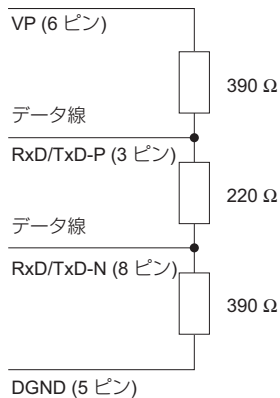

図 7 PROFIBUS ケーブルの終端処理
1.5 Mbps 未満の通信速度で使用されるときは、インダクタなしで終端抵抗を接続します。（図 7 参照）1.5 Mbps 以上の通信速度で使用されるときは、終端抵抗を接続する際にインダクタが必要です。（図 5 参照）